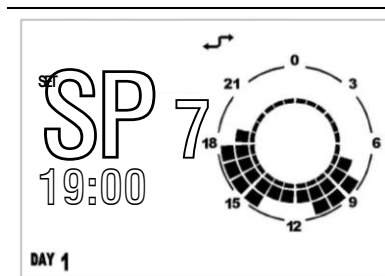

Рисунок 6 – Дневная настройка
8. Время и заданный тип температуры показываются также графически на таймере дисплея (смотри Рисунок 6).
10. В примере на Рисунок 6 на понедельник настроено 7 температур следующим образом:
При выполнении свободного программирования дневных температур важно ВСЕГДА настраивать температуры на все 24 часа, как в примере на Рисунок 6. Если некоторые интервалы остаются без настройки, хронотермостат автоматически применяет значения, заданные на то же время предыдущего дня (хотя это не показывается на дисплее).